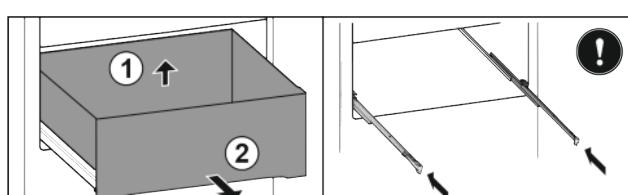

Fig. 37*
- Zásuvku nadzvedněte vzadu Fig. 37 (1).*
- Odeberte směrem dopředu Fig. 37 (2).*